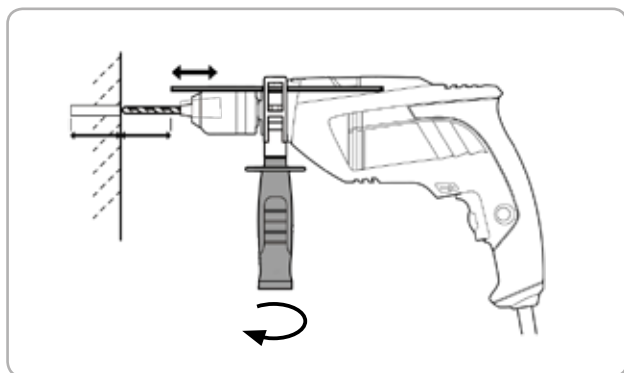

Fig.5
• Trageți limitatorul de adâncime în afara astfel încât distanța dintre punctul de perforare și limitator să aibă adâncimea dorită. Fig 5